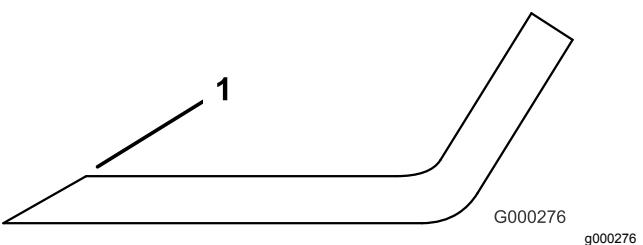

Figura 114
3. Ispécione as extremidades de corte de todas as lâminas e afie-as se apresentarem sinais de desgaste ou ranhuras (Figura 114).
Nota: Afie apenas a zona superior da parte cortante e mantenha o ângulo de corte original para garantir um desempenho eficaz da lâmina (Figura 114). A lâmina manterá o equilíbrio se for retirada a mesma quantidade de metal de ambas as extremidades de corte.